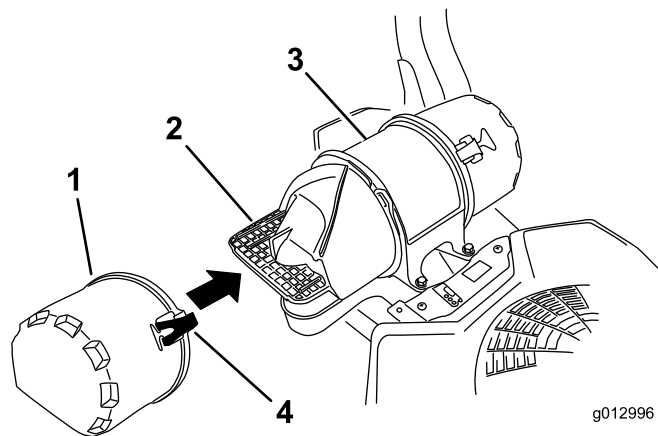

Figure 56
3. Ouvrez les dispositifs de verrouillage du filtre à air et séparez le couvercle d'entrée d'air du boîtier du filtre (Figure 56).
5. Reposez le couvercle d'entrée d'air et fixez-le avec les verrous (Figure 56).